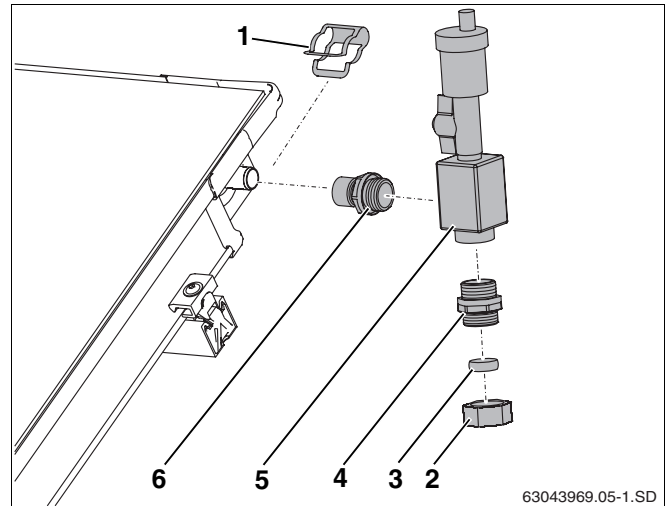

Fig. 60 Ligar o purgador
- ▶ Apertar o casquilho (fig. 60, **item 6**) e o niple duplo (fig. 60, **item 4**) na câmara de ar (vedação com O-ring).
- ▶ Introduzir a câmara de ar (fig. 60, **item 5**) com o casquilho para a ligação do colector e fixar com grampo.
- ▶ Ligar o tubo colector à união roscada de anel de aperto (18 mm) (fig. 60, **item 2**).